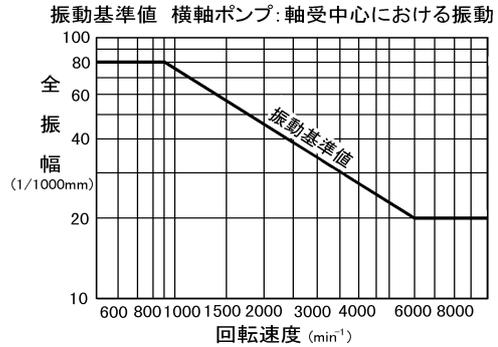

図 14
- (6) 据付、配管工事が正しく施工されている場合の振動の基準値を図 14 に示します。振動が大きい場合は、直結の芯出し、配管サポートの不良、基礎ボルトの緩みなどが原因ですので点検してください。